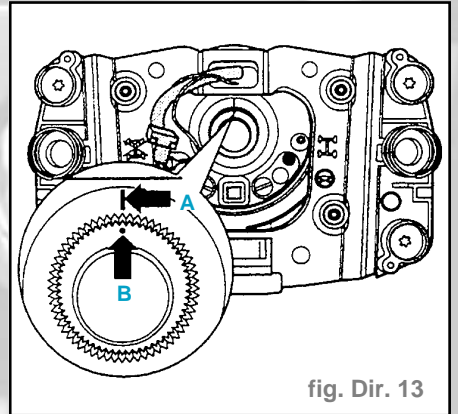

fig. Dir. 13
- Positionner le volant de direction de telle façon que le trait servant de repère (flèche A) sur le volant coïncide avec le point marqué au pointeau (flèche B) sur la colonne de direction (fig. Dir. 13).